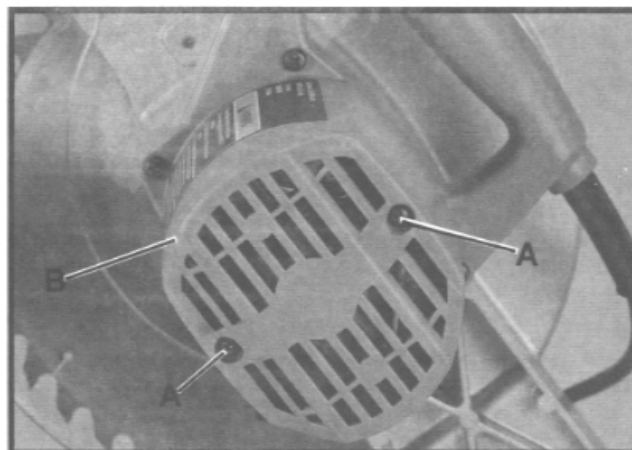

Fig. 46
1. Die zwei Schrauben (A) Fig. 46 demontieren und den Motorendeckel (B) entfernen.